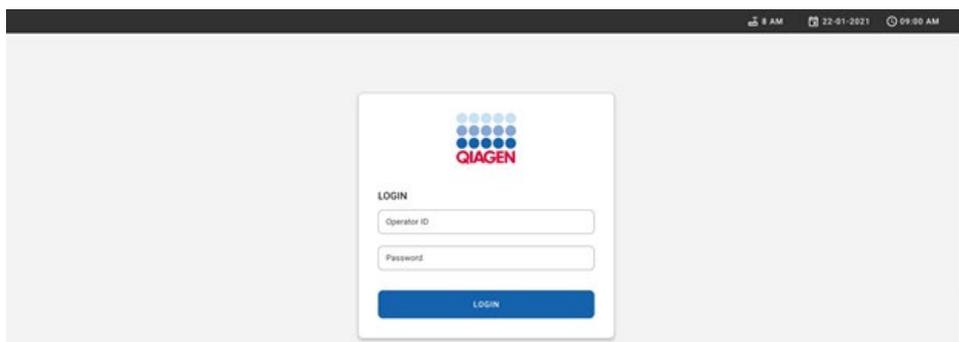

Figura 15. Schermata di accesso
3. Accedere al sistema una volta visualizzata la schermata di login (Figura 15).